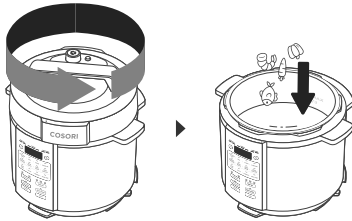

Abbildung 6.1
1. Drehen Sie den Deckel gegen den Uhrzeigersinn und heben Sie ihn zum Abnehmen an. Den Deckel des Schnellkochtopfs **nicht** verwenden, wenn Sie die Funktion **ANBRATEN** verwenden. **[Abbildung 6.1]**